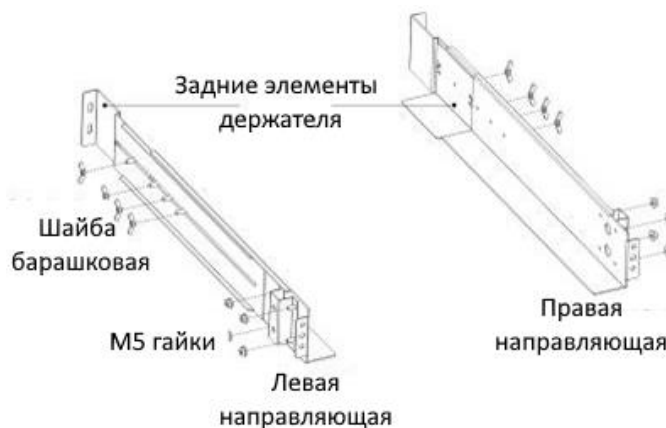

Рисунок 5. Крепление монтажного комплекта рельс
1. Установите левый и правый рельсы на задний элемент держателя (Рисунок 5). Не затягивая винты (барашки), отрегулируйте направляющие в соответствии с глубиной стойки.